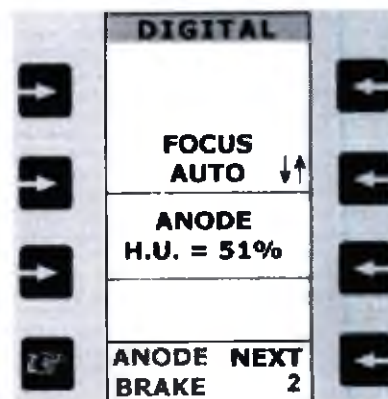

Рисунок 23
1. Нажимайте клавишу **NEXT** до тех пор, пока команда остановки анода не появится на графическом экране (Рис. 23).